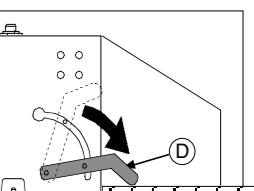

FIG.5
• (Apparecchi con attacchi "G8.5 e G12") (FIG.5) Collegare il cavo di uscita dell'apparecchio ad un sistema di alimentazione (reattore + accenditore) idoneo al tipo e potenza della lampada.
• (Appareil avec les bases G8.5 et G12) (FIG.5) Connecter le câble de sortie de l'appareil à un système d'alimentation (réacteur + allumeur) approprié au type et puissance de la lampe.
- Svitare il cassetto al foro del controffitto (FIG. 5).
- Putty the housing to the hole in the false ceiling (FIG. 5).
- Tighten the screws (FIG. 5).
- Mastiquer le caisson au trou du faux plafond zukitten (FIG. 5)
- Estucar el cajón al agujero del cielo raso (FIG. 5)